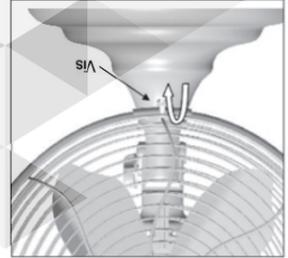

Figure 7
7. Serrez la vis de fixer l'anneau en place, sur les grilles avant et arrière (Figure 7).